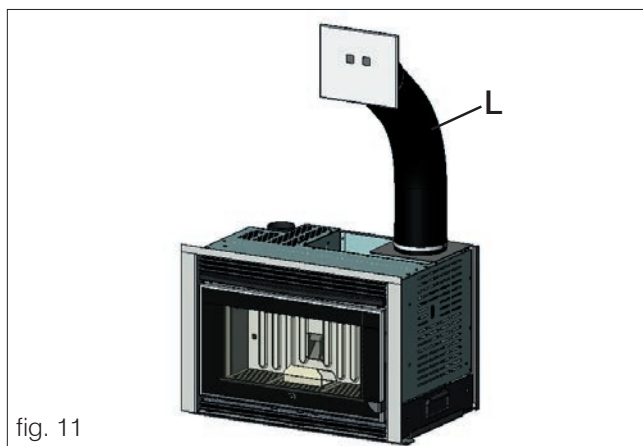

fig. 11
- Per l'installazione della bocca di carico (L - fig. 11) vedere pagine successive.